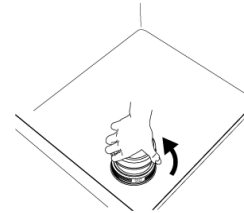

Abb. 44
- 2- Schrauben Sie den Verschlussdeckel des Salzbehälters, der sich im Becken befindet, ab. (Abb. 44)